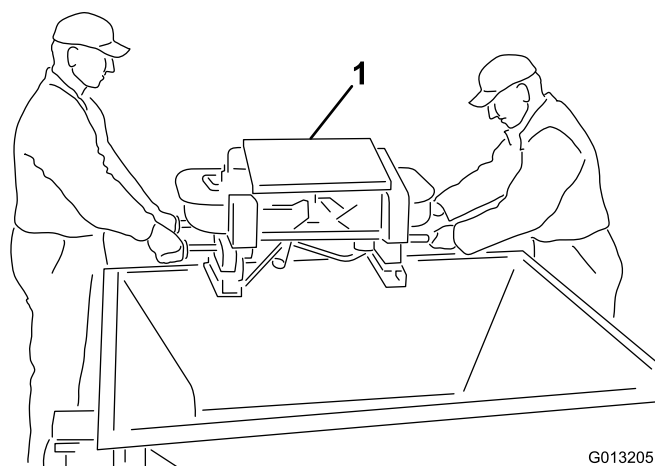

Figura 5
4. Per eseguire questa operazione sono necessarie due persone. Sollevare lo spargitore doppio e farlo uscire dalla tramoggia utilizzando le apposite maniglie esterne. Posare lo spargitore doppio al suolo (Figura 5).